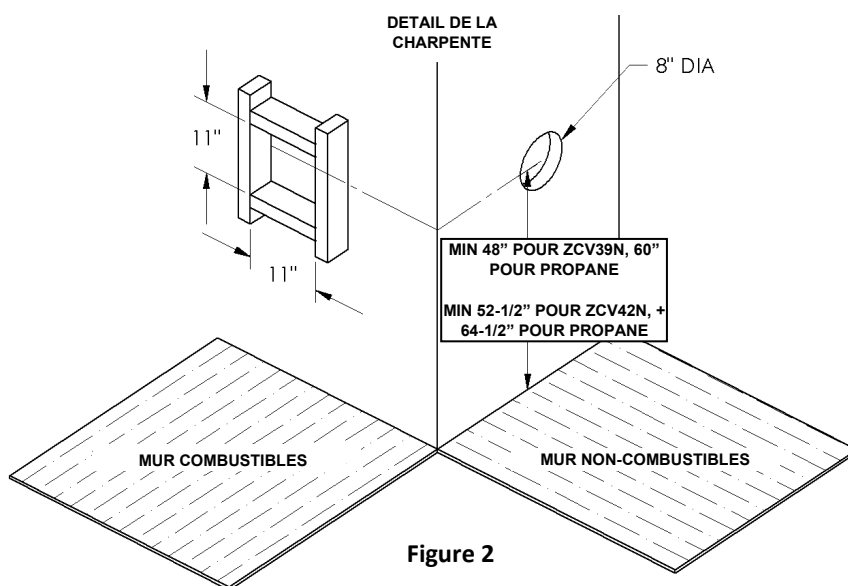

Figure 2
1. Pour déterminer la distance minimale entre le plancher du foyer et le centre de l'évent voir la page Comment encastrer votre foyer. Percez le mur en prévoyant un espace pour un manchon de 11po x 11po (diamètre intérieur) pour les murs combustibles et un manchon de 8po de diamètre pour les murs non combustibles. (voir figure 2)
La longueur maximale est de 20p / 6.1m lorsque la longueur verticale est de 7pi / 2.1m (figure 2) N.B. : Pour chaque 12po de conduit horizontal il doit y avoir 1/4po de conduit vertical.